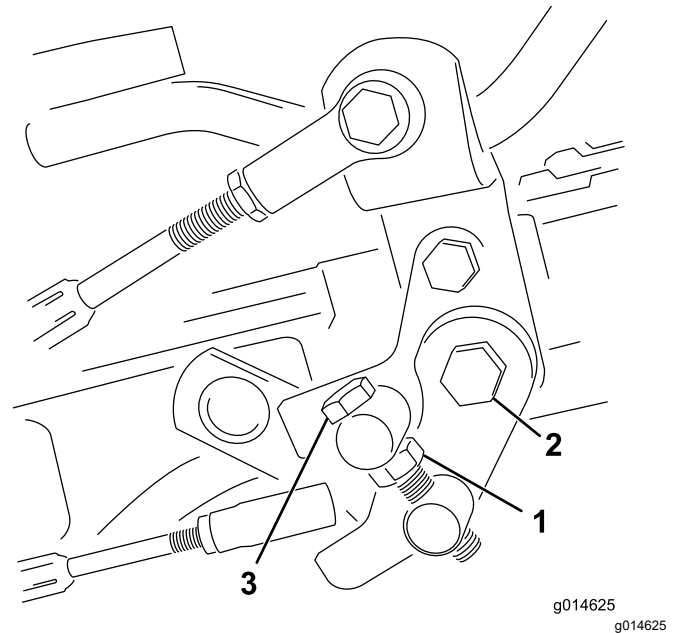

Figura 45
1. Ponga la palanca de control funcional en la posición de TRANSPORTE y afloje la contratuerca que fija el tope del pedal a la chapa del suelo (Figura 45).
1. Afloje la contratuerca del tornillo de caperuza del muñón (Figura 45).
4. Apriete la contratuerca del perno del muñón y la tuerca de la articulación del pedal para bloquear el ajuste (Figura 45). Compruebe el funcionamiento, y vuelva a ajustar si es necesario.